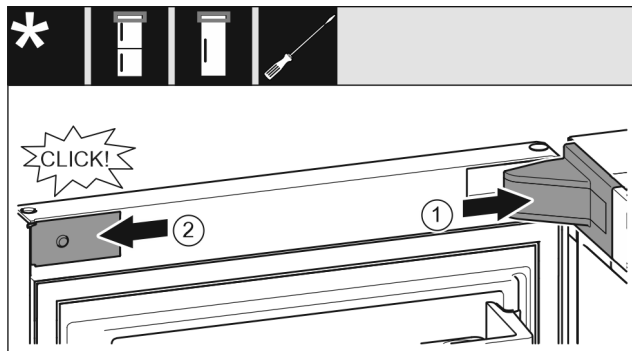

Fig. 40
- ▶ Helyezze fel és pattintsa be a csapágybak fedelét Fig. 40 (1), szükség esetén óvatosan nyomja szét.
- ▶ Helyezze fel oldalra a takarólemezt Fig. 40 (2), és pattintsa be.